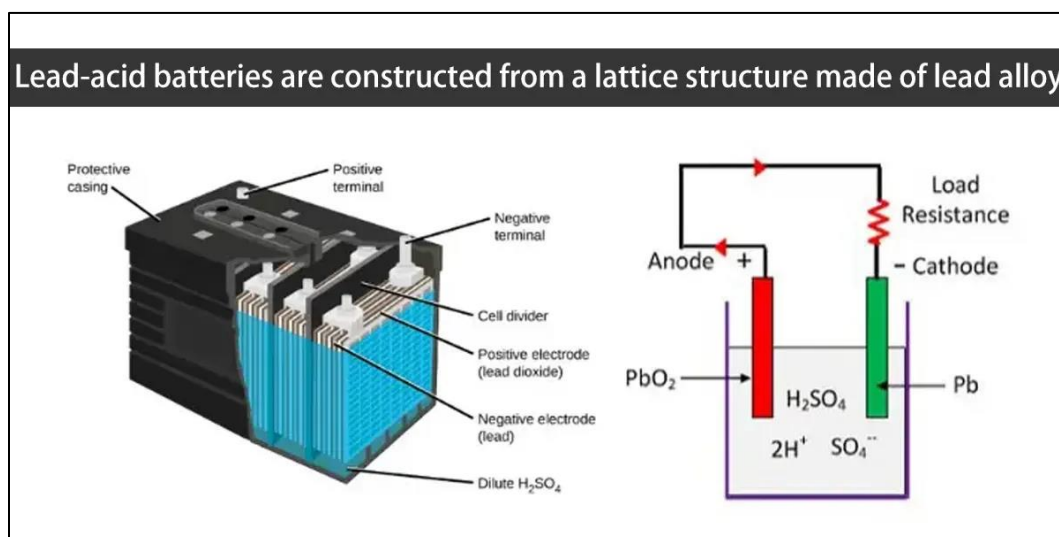

Figure 4 : Accumulateur plomb-acide .
1. Accumulateur plomb-acide (Figure 4)